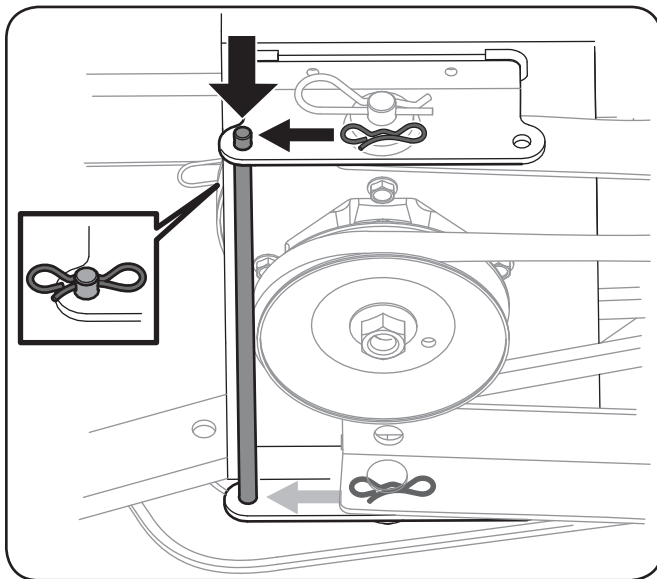

Figure 3-26
7. Insérez la tige à l'arrière du sous-châssis et fixez-la avec les deux goupilles retirées à l'étape 2 de la sous-section Installation du sous-châssis à la page 9. Voir Figure 3-26.